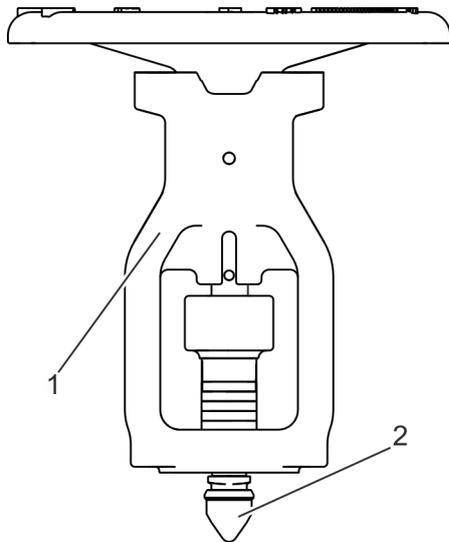

Abb. 43: Bügelaufsatz abnehmen
14. ➤ Bügelaufsatz (Abb. 43/1) mit montierter Stopfbuchsbrille und Spindel vom Gehäuse abnehmen.
15. ➤ Spindel (Abb. 43/2) aus der Gewindebuchse am Handrad herausdrehen.